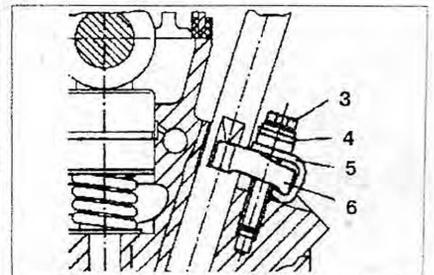

Рис. 2.83. Ослабьте натяжные кулачки 6 и снимите их вместе с хомутом 5, сферической шайбой 4 и болтом 3.
6. Ослабьте натяжные кулачки **6** и снимите их вместе с зажимом **5**, сферической шайбой **4** и болтом **3** (рис. 2.83).